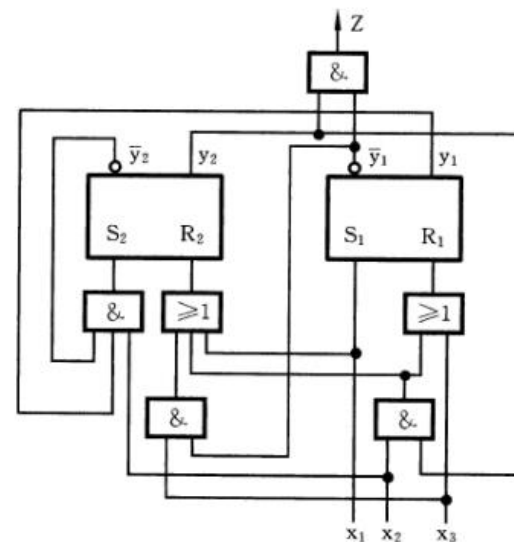

图 6.38 逻辑电路
- 请在Logisim上实现习题6.3的电路（图6.38），并验证该电路的功能。
6.3 分析图 6.38 所示脉冲异步时序逻辑电路。